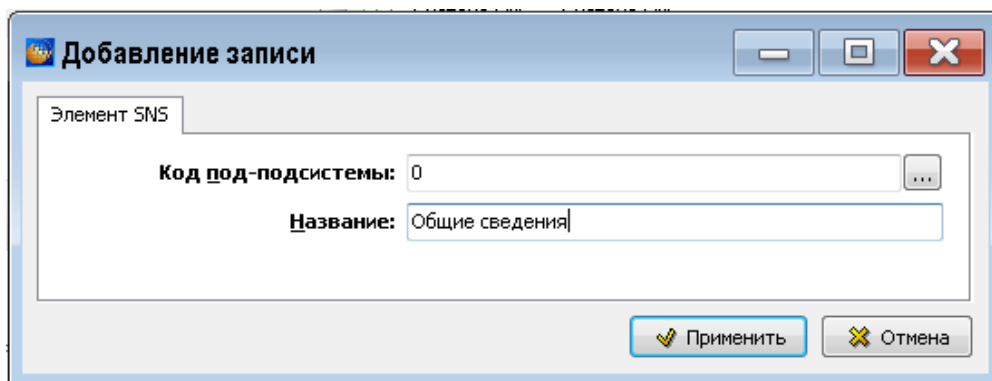

Рисунок 975
10) В окне **Добавление записи** введите код и название под-подсистемы (рисунок 975).